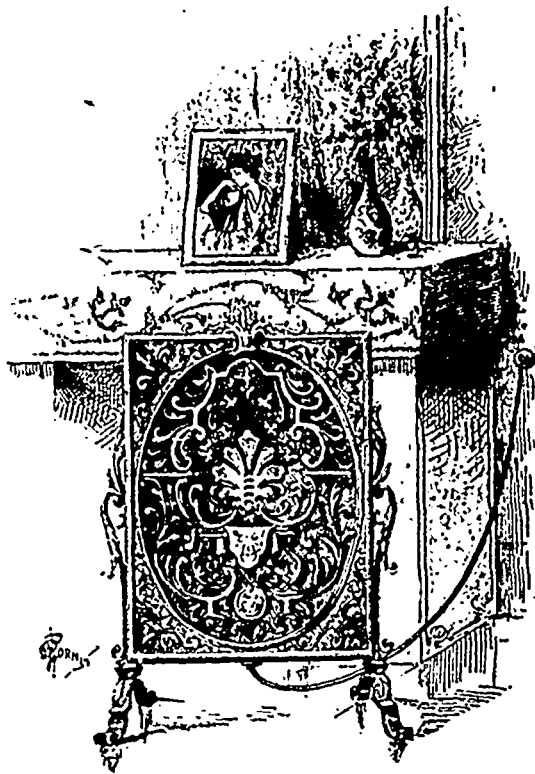

Fig. 5.—Ecran radiateur électrique.
En outre des fourneaux qu'elles livrent, ces maisons fournissent encore des appareils pour confectionner le déjeuner, dans lesquels on peut cuire des oeufs et autres mets faciles à préparer sur la table même où l'on déjeune, des appareils ornementaux pour la confection du thé de cinq heures (five o'clock tea) ; des chauffeferettes de divers genres qui ont l'avantage de ne répandre aucune odeur dans les appartements ; des écrans ornementaux (fig. 5) qui agissent comme radiateurs et chauffent les pièces (1) ; des chauffe-fers pour les coiffeurs et divers autres ustensiles à l'usage spécial de ces honorables industriels.
(1) Une installation importante de ces écrans de chauffage a été faite l'hiver dernier dans un théâtre de Londres et a été très appréciée du public.